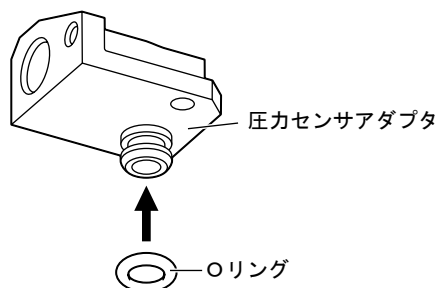

図 6
- (3) 圧力センサアダプタにOリングを取付けてください。（図6）